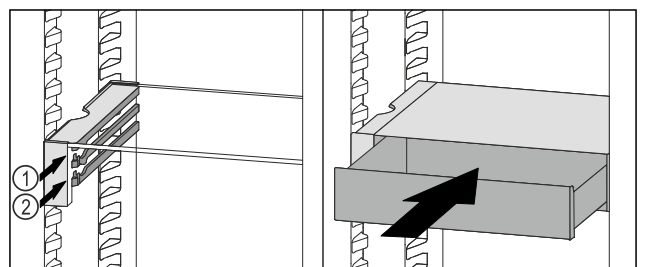

Fig. 78
- ▶ VarioSafe-Schubfach hinter den Stoppere auf gewünschter Rippe Fig. 78 (1) oder Fig. 78 (2) aufsetzen.